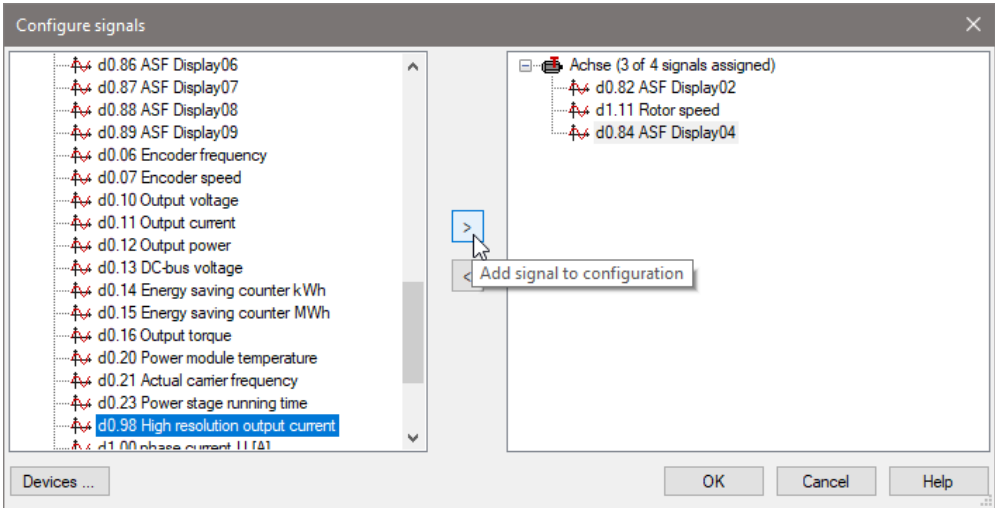

图 18: 添加信号
① 信号:
- ▶ 标记信号，然后单击 ">", 将以下信号添加到测量中（请参见 图 18: 添加信号）。